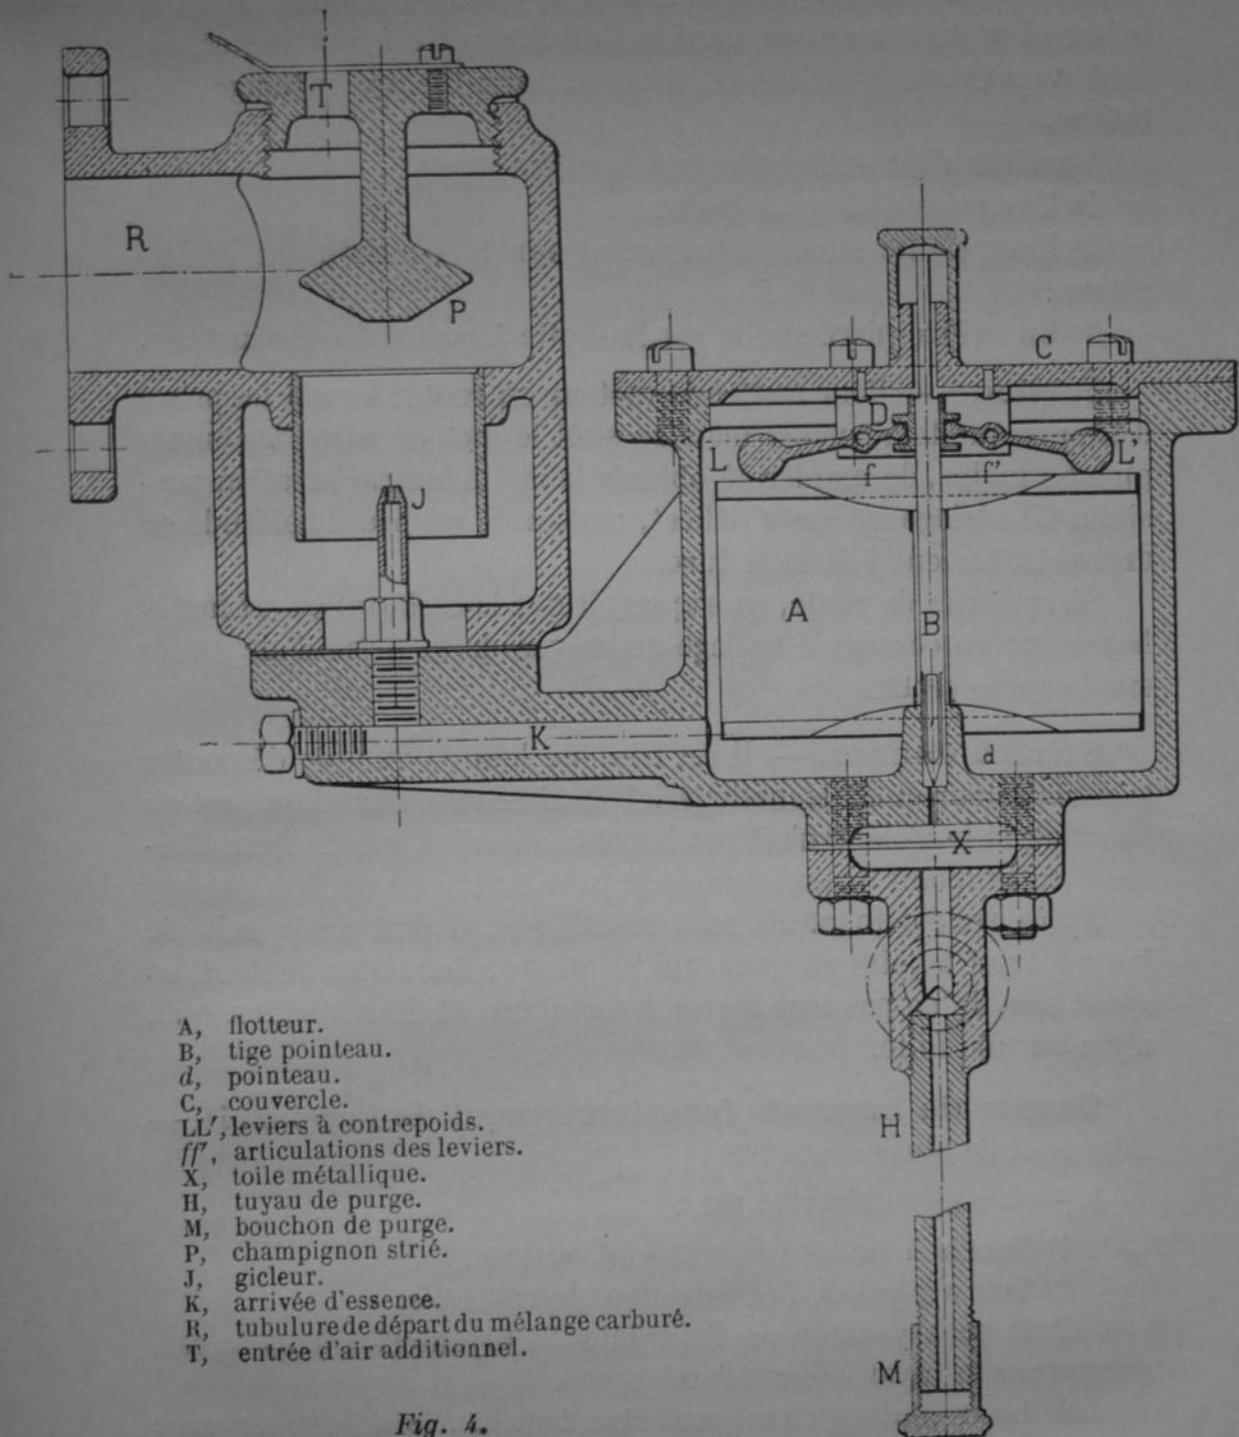

Fig. 4.
**I. Vase à niveau constant.** — Un flotteur A est traversé suivant son axe par une tige B terminée par une sorte de cône pouvant obturer l'arrivée d'essence (*fig. 4*).